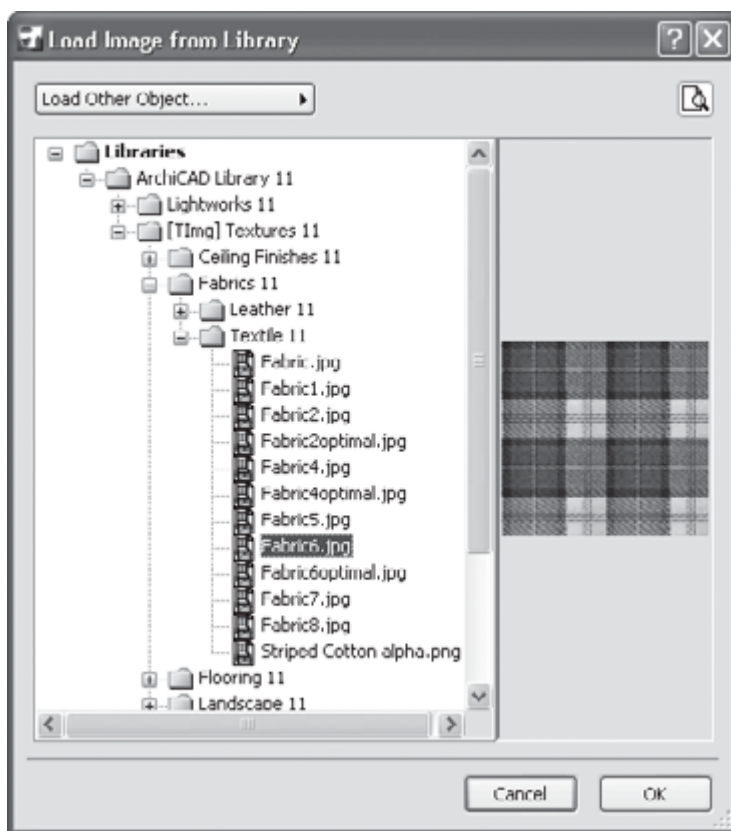

Рис. 12.14. Окно библиотеки текстур
- ❏ Кнопка **Search** (Поиск). Она открывает окно библиотеки текстур **ArchiCAD** (рис. 12.14), в котором находятся свыше двухсот текстур, сгруппированных по папкам. В число этих текстур входят не только природные и искусственные материалы от камня и коры деревьев до текстильных материалов и стеклянных блоков, но и поверхности водной глади, земли, листьев и т. п., с помощью которых можно создать достаточно сложный ландшафт.